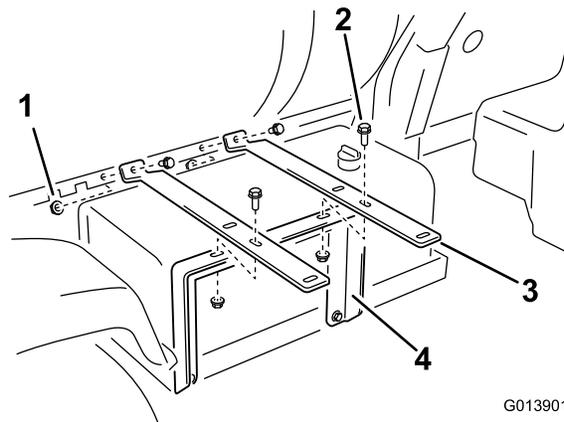

Figura 9
2. Instale as extremidades das 2 cintas da bobina de tubagem nos orifícios do apoio do depósito como se mostra em (Figura 9) recorrendo a 2 pernos com cabeça de flange (3/8 x 1/ pol.) e 2 porcas flangeadas (3/8 pol.).